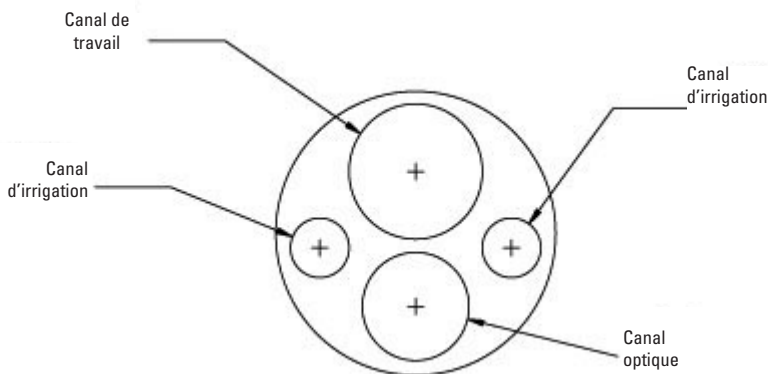

Figure 3.0 : Pointe distale
- b. Chargez le cathéter d'accès et d'administration SpyScope avec le guide dans le canal de travail. (Voir Figure 3.0)